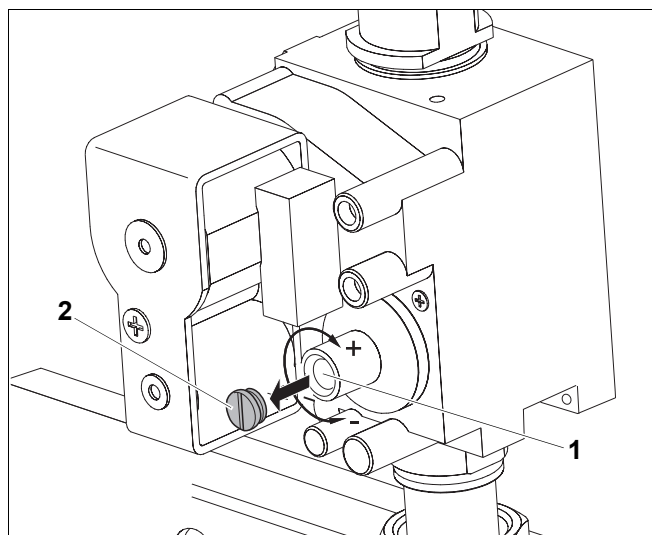

Fig. 49 Armătură gaz "SIT" 840 Sigma
- Îndepărtați (Fig. 49, **Poz. 2**; evtl. blocat) capacul de protecție prin intermediul șurubului presiunii duzei (Fig. 49, **Poz. 1**, sus). Corectați presiunea duzei prin rotirea șurubului în direcția Plus sau Minus (**Fig. 49, Poz. 1**, jos).